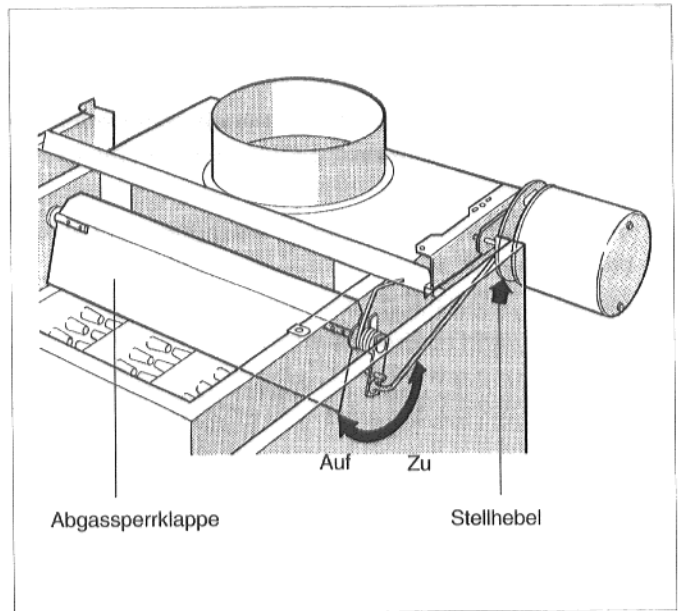

Abb. 16: Abgassperriklappe
- Bei Wärmeanforderung muß die Abgassperriklappe in Stellung "AUF" gehen. Kontrollieren Sie dies anhand der Bewegung des Stellhebels (Abb. 16). Erst nachdem die Endstellung "Auf" erreicht ist, darf der Brenner in Betrieb gehen.